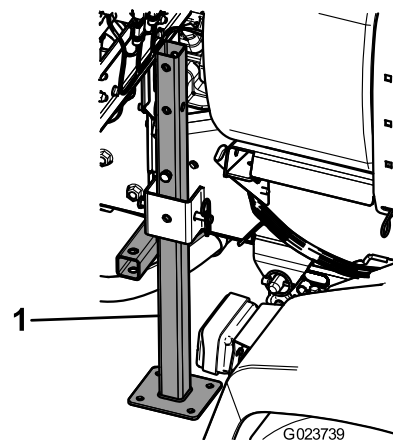

Bild 48
3. Setzen Sie die hinteren Stützbocke von unten in den Rahmen in der Nähe der hinteren Vergurtungsstellen ein (Bild 48).